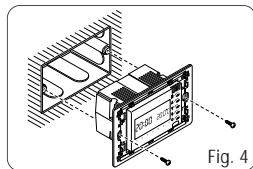

Fig. 4
- Fije el módulo en la caja empotrable usando los dos tornillos que se suministran junto con el aparato (fig. 4), respetando la indicación ALTO.